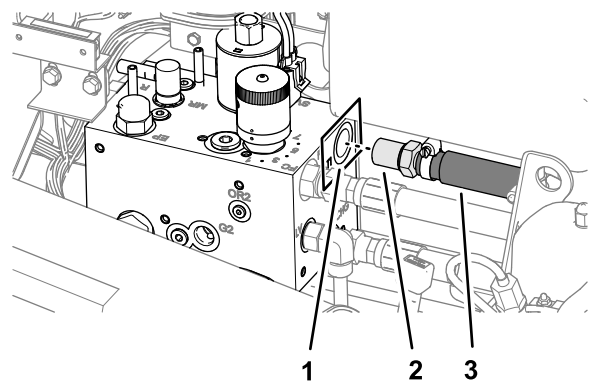

Bild 45
1. Entfernen Sie am Verteiler des Spindelantriebs das gerade Anschlussstück des Rücklaufschlauchs des Ölkühlers vom Anschluss-T des Verteilers (Bild 45).